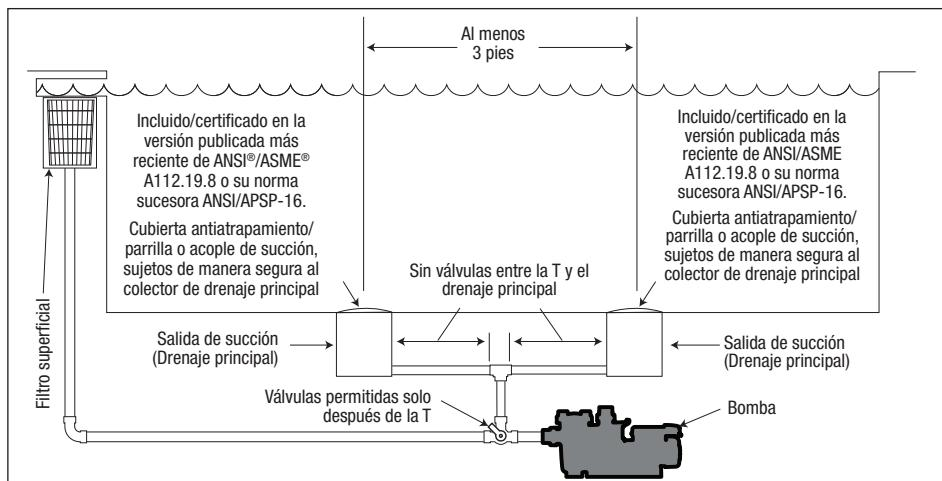

Figura 4. Cantidad de salidas de succión por bomba*
Cantidad de salidas de succión por bomba: Proporcione al menos dos (2) salidas de succión balanceadas hidráulicamente, con cubiertas, como salidas de succión para cada línea de succión de la bomba de circulación. Los centros de las salidas de succión (salidas de succión) de cualquier una (1) línea de succión deben estar a al menos tres (3) pies de distancia de centro a centro. Consulte la Figura 4.
El sistema **debe** construirse para incluir al menos dos (2) salidas (drenaje) de succión conectadas a la bomba siempre que la bomba esté en funcionamiento. Sin embargo, si dos (2) salidas de succión van a una única línea de succión, la única línea de succión puede estar equipada con una válvula que apague ambas salidas de succión desde la bomba. El sistema se construirá de tal modo que no permita el cierre o el aislamiento separado independiente de cada drenaje. Consulte la Figura 4.